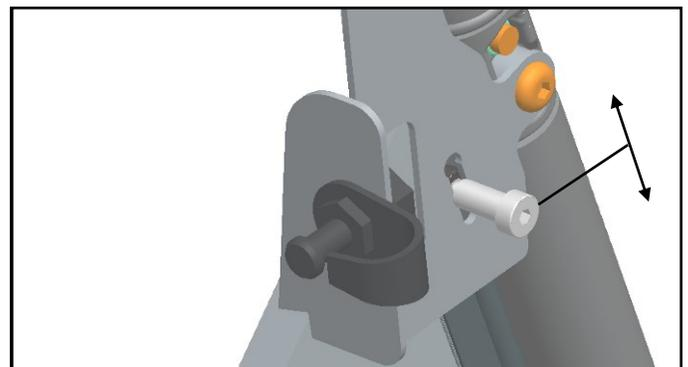
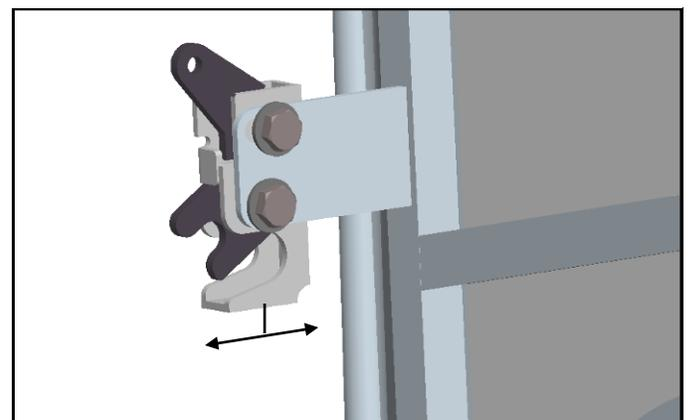

Fig. 8.1 (desserrer les broches de verrouillage)
Fig. 8.2 (desserrer les loquets du pare-brise)
8. Selon la fig. 8.1, desserrez les deux broches de gâche argentées qui se trouvent sur les pattes avant afin qu'elles puissent glisser de haut en bas dans la fente. Selon la fig. 8.2, desserrez les deux loquets du pare-brise afin qu'ils puissent glisser vers l'avant et vers l'arrière dans les fentes.
10. Engagez les deux loquets inférieurs sur les broches afin que deux clics audibles puissent être entendus en veillant à ce que les loquets soient complètement assis. Poussez le pare-brise vers le bas pour qu'il soit scellé au capot. Orientez le loquet de manière à ce qu'il soit aligné avec le tube du pare-brise similaire comme montré à la fig. 8.2, serrez les deux boulons en vous assurant que les côtés du pare-brise sont scellés ainsi que le capot. Serrez l'épingle à ce moment. Une fois le bas du pare-brise réglé, serrez les boulons de la charnière. **Attention:** faites attention lorsque vous serrez le vis à tête plate dans des trous contre-enfoncés dans les composants en plastique pour éviter la fissuration. **Serrez à 7 pi-lb. max.**